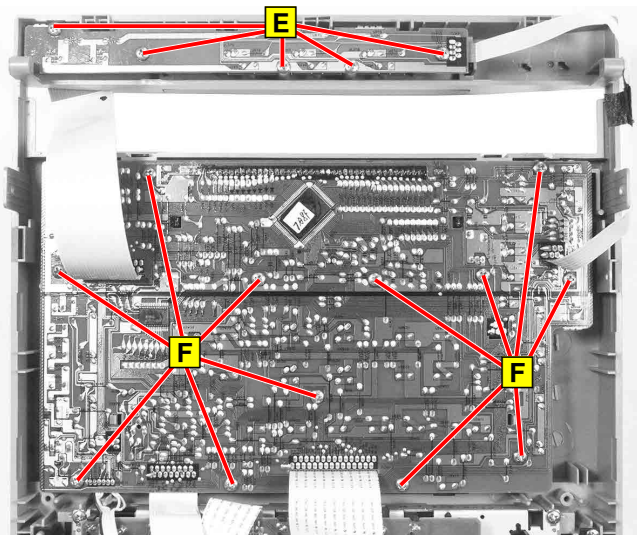

Fig. 19
- 5 Schrauben **E** (Fig. 19) herausdrehen.
- 12 Schrauben **F** (Fig. 19) herausdrehen.
- Undo 5 screws **E** (Fig. 19).
- Undo 12 screws **F** (Fig. 19).